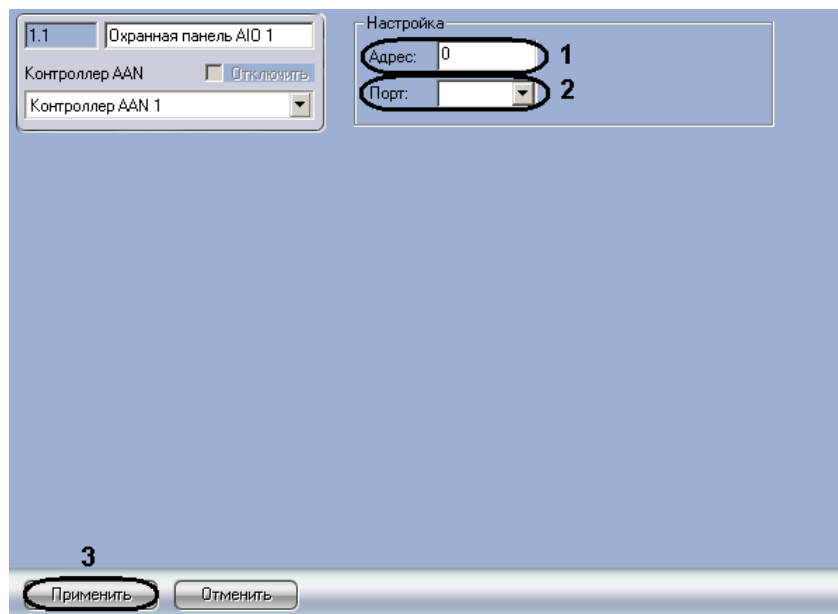

Рис. 3.4-4 Панель настроек объекта Охранная панель AIO
1. Перейти на панель настроек объекта **Охранная панель AIO** (Рис. 3.4-4).
2. Ввести в поле **Адрес**: уникальный адрес охранной панели AIO (см. Рис. 3.4-4, 1).
3. Из раскрывающегося списка **Порт**: выбрать порт подключения охранной панели AIO (см. Рис. 3.4-4, 2).
4. Для сохранения изменений нажать кнопку **Применить** (см. Рис. 3.4-4, 3).